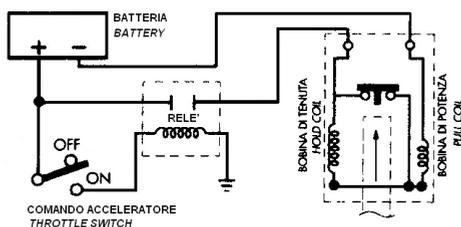

FIG.9
- **Circuito serie 1**, disponibile con due faston o due cavi di alimentazione (positivo e negativo). La massa è isolata. La bobina di potenza e la bobina di mantenimento sono alimentate contemporaneamente dal comando acceleratore attraverso un relé (fig.9). Il movimento del nucleo mobile aziona a fine corsa l'interruttore interno, che riduce il consumo dell'elettromagnete (rif. paragrafo "Protezione della bobina") per non surriscaldare.